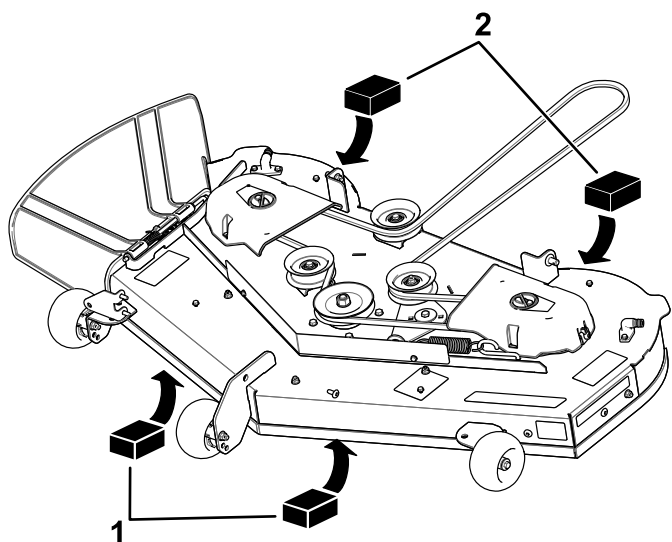

Figure 63
4. Placez deux cales de 6,6 cm (2 5/8 po) d'épaisseur chacune sous chaque côté du bord avant du tablier de coupe, mais pas sous les supports des galets anti-scalp (Figure 63).
5. Placez deux cales de 7,3 cm (2 7/8 po) d'épaisseur chacune sous le bord arrière de la jupe du tablier de coupe, une de chaque côté (Figure 63).